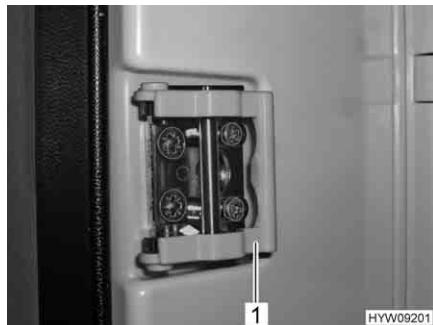
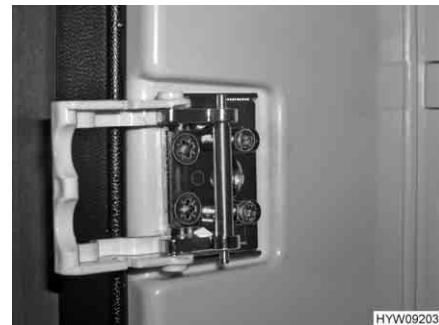

Fig. 179 Dispositivo di chiusura (posizione normale) (alternativa)
Fig. 180 Dispositivo di chiusura (posizione di ricircolo d'aria) (alternativa)
- Ruotare la staffa (Fig. 177,1 o Fig. 179,1) in avanti (Fig. 178 o Fig. 180).
A seconda del modello, il frigorifero può essere dotato anche di un dispositivo di chiusura, come quello illustrato in Fig. 179 e Fig. 180.